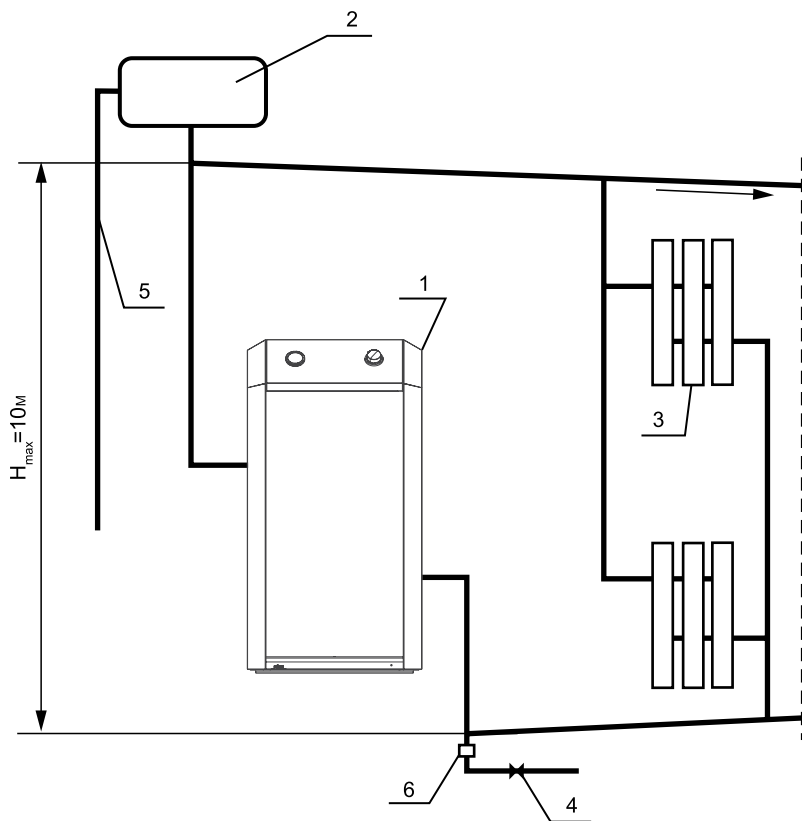

Рис. 2.
- 6.7. Расширительный бачок устанавливается в верхней точке главного стояка, желательно в отапливаемом помещении. Запрещается устанавливать вентиль на сигнальной трубе (см. рис. 2, 3).